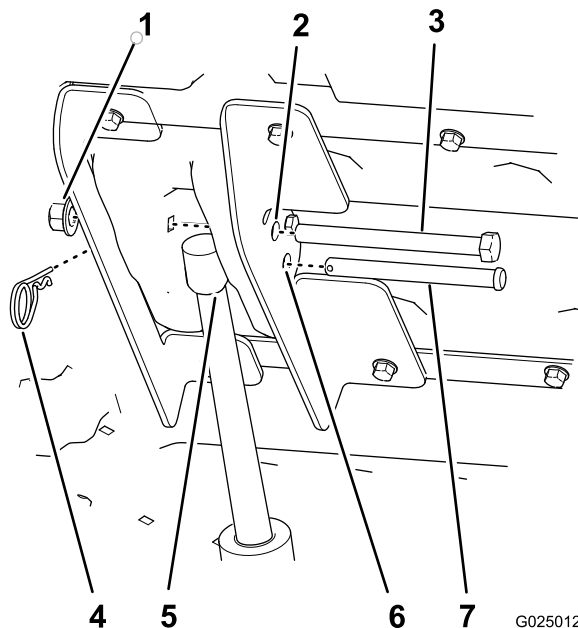

Figura 9
- Premete la paletta superiore dell'interruttore di sollevamento del pianale per allungare l'asta dell'attuatore di sollevamento in modo che il foro nell'asta stessa sia allineato con i fori nella staffa di sollevamento interna ed esterna (Figura 9).
- Fissate l'asta dell'attuatore di sollevamento alle staffe di sollevamento con il perno con testa (3-1/2 poll.) e la coppiglia (Figura 9).
10. Allineate il bullone a testa esagonale (1/2 x 5-1/2 poll.) con gli altri fori da 12,7 mm nella staffa di sollevamento interna ed esterna Figura 9 e fissatelo con un dado (1/2 poll.) in modo che il dado flangiato sia bene inserito.
2. Rimuovete la coppiglia a forcina e il perno con testa che fissano l'asta dell'attuatore alla staffa di sollevamento interna ed esterna (Figura 9).
7. Abbassate il pianale e allineate l'attuatore di sollevamento alle staffe di sollevamento (Figura 9).
8. Fissate l'attuatore di sollevamento alle staffe di sollevamento per mezzo del perno con testa e della coppiglia (Figura 9).